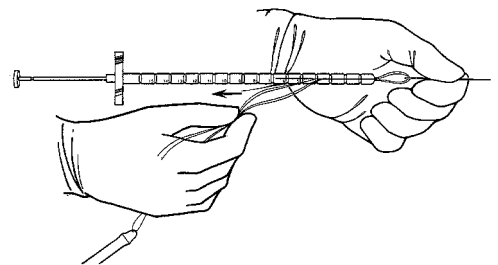

Figura 4-13. Carregamento da agulha de Keith
4. Carregar a extremidade roma desta agulha no instrumento de introdução de Furlow (**Figura 4-13**) e colocar a sutura na ranhura do instrumento.